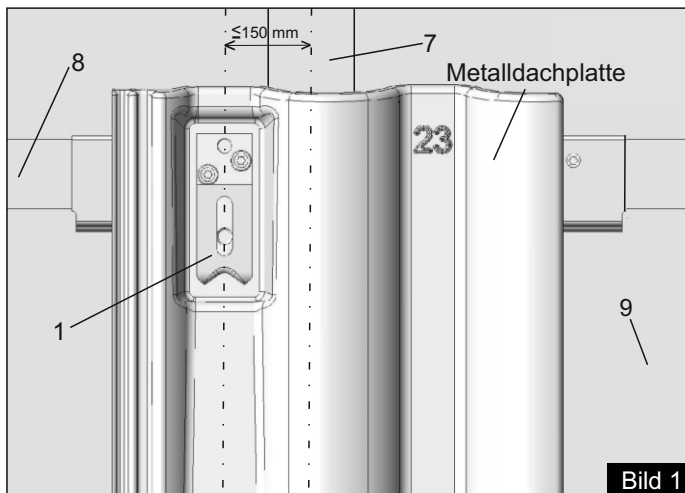
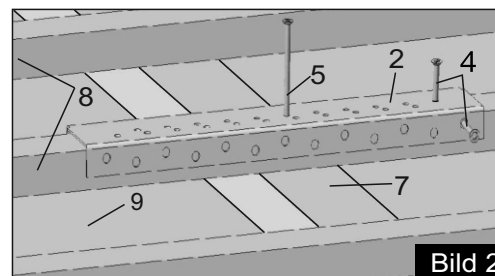

Bild 1
Bild 2
- (6) Unischraube 5,5 x 60 mm mit Polyscheibe
- (7) Konterlatte min. 4/6 cm
- (8) Min. Dachlatte 3/5 cm max. Dachlatte 4/6 cm
- (9) Aufsparrendämmung
- Position des Aufdachmodulhalters mit Metaldachplatte so festlegen, dass zwischen Halteelement (1) und der Konterlattenmitte ein Abstand von 150 mm nicht überschritten wird. (Bild 1)
- Verstärkungsschiene (2) mittig zur Konterlatte auf die Dachlatte auflegen.
- Verstärkungsschiene (2) horizontal verschieben bis das Langloch des Stützelements (3) mit einem Loch der Verstärkungsschiene (2) übereinstimmt. Verstärkungsschiene (2) mit einer Schraube (4) in Fallinie fixieren. (Schraube (4) alternativ auch von oben schraubbar). (Bild 2)
- Aufdachmodulhalter mit Metaldachplatte nochmals abnehmen und die Verstärkungsschiene (2) mit Schraube (5) an der Konterlatte verschrauben. (Bild 2)